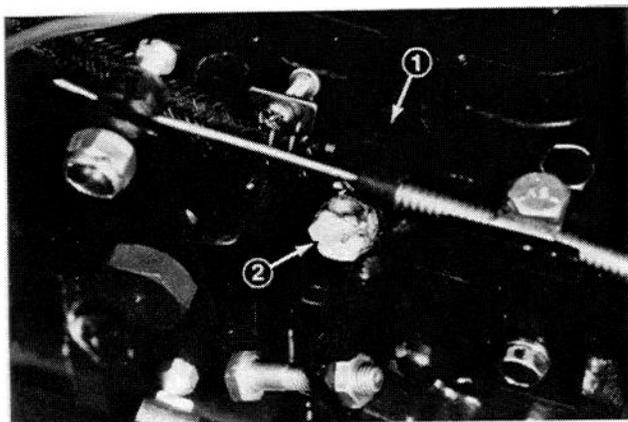

Fig. 14
4. Aprire la vite di spurgo dell'aria sulla pompa di iniezione del carburante (Fig. 14) con una chiave da 12 mm.